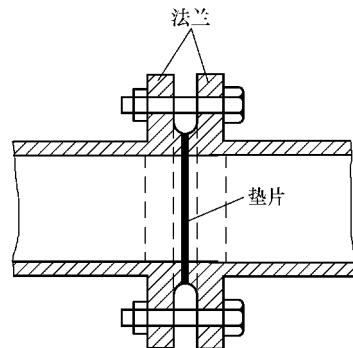

图5-6 排水法兰铸铁管的连接
- 1) 排水铸铁的连接方式：承插式（如油麻—石棉水泥接口连接或胶圈—石棉水泥接口连接、油麻—膨胀水泥接口连接或胶圈—膨胀水泥接口连接、油麻—铅接口连接或胶圈—铅接口接等）和法兰式两种。如表5-14所示，是最常用的承插式连接。如图5-6所示，是排水铸铁法兰式连接示意图。